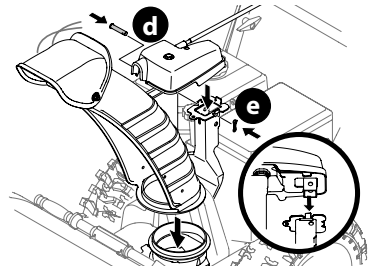

Figura 31
3. Coloque el conjunto del canal sobre la base del canal y asegúrese de que la varilla de control del canal se encuentre arriba de la manija inferior. Asegure el cabezal de control del canal a la ménsula de soporte del canal con el pasador de horquilla (d) y el pasador de chaveta con unión curva que se extrajeron en el Paso 1 (Figura 31).